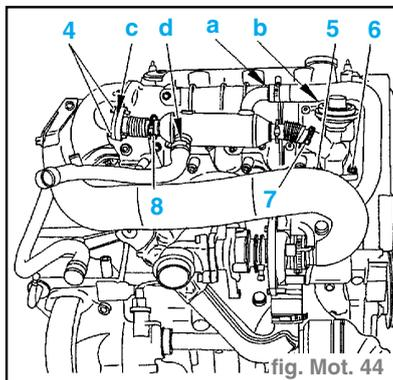

fig. Mot. 44
- le filtre à air (3),
- le débitmètre (2).
- Désaccoupler la durit (en «a»). (fig. Mot. 44)